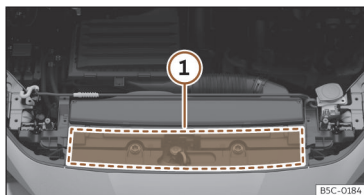

Fig. 198 Dans le compartiment moteur : zone d'emplacement de l'étiquette d'huile moteur
moteur >>> **fig. 198** (1). Si vous utilisez l'huile moteur recommandée, vous pouvez corriger le niveau de remplissage autant de fois que nécessaire.